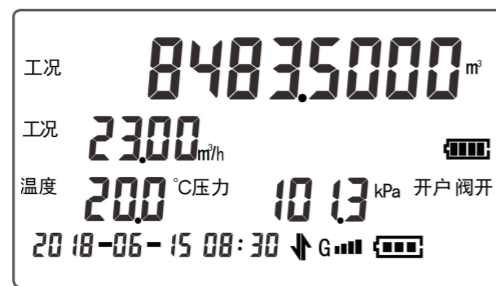

图 20
h. 开户后，第三屏界面如图 20 所示，分别显示工况总量、工况流量、温度、压力、时间以及电池等信息。当开户后“开户”显示。